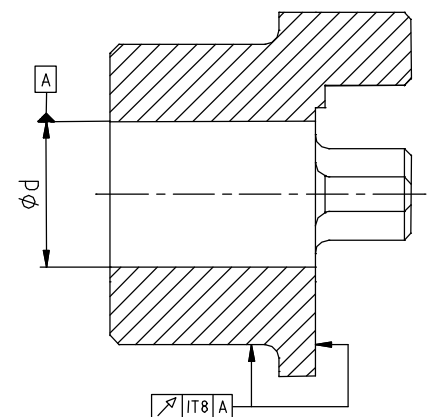

Bild 3: Rund- und Planlaufgenauigkeit
- Bei Herstellung der Naben- bzw. Kupplungsflanschbohrung durch den Kunden ist die Rund- bzw. Planlaufgenauigkeit (siehe Bild 3) einzuhalten.